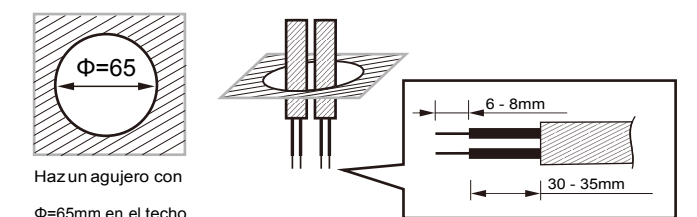

FIG. 9
3.4.2.1 A ins detector alto, perforo un orificio con un diámetro de 65 mm en el tablero del techo y mantenga el cable de alimentación afuera. Retire de 6 a 8 mm del revestimiento del cable para el cableado (vea la FIG. 9).